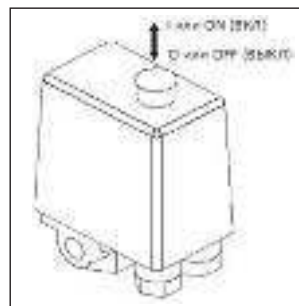

Рис. 6
- Включите компрессор выключателем на реле давления. Для этого необходимо переключить выключатель в положение «I» или «ON» (в зависимости от исполнения) (Рис. 6).
- Проверьте, чтобы выключатель на реле давления находился в выключенном положении «O» / «OFF» (в зависимости от исполнения) (Рис. 6).
- Выключите компрессор выключателем на реле давления. Для этого необходимо переключить выключатель в положение «О» или «OFF» (в зависимости от исполнения) (Рис. 6). После этого остановится электродвигатель и произойдет сброс давления из нагнетательного воздухопровода и поршневого блока.